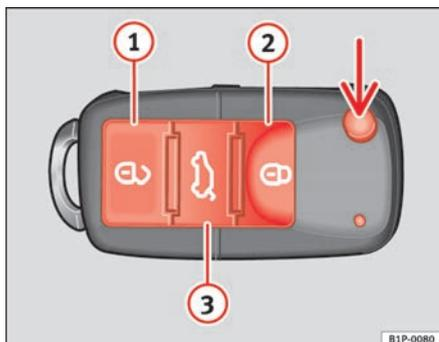

Abb. 64 Tastenbelegung
Mit der Taste \Rightarrow Abb. 64 (Pfeil) der Fernbedienung wird der Schlüsselbart ausgeklappt.
Fahrzeug entriegeln \Rightarrow Abb. 64 ①.
Fahrzeug verriegeln \Rightarrow Abb. 64 ②.
Heckklappe entriegeln. Drücken Sie die Taste \Rightarrow Abb. 64 ③, bis alle Blinkleuchten am Fahrzeug kurz aufleuchten. Nach Drücken der Entriegelungstaste \Rightarrow ③ können Sie die Heckklappe innerhalb von 2 Minuten öffnen. Nach Ablauf dieser Zeit wird die Heckklappe wieder verriegelt.
Zudem blinkt die Batterie-Kontrollleuchte des Schlüssels \Rightarrow Abb. 64 auf.
Bei einmaligem Drücken der Taste \Rightarrow Abb. 64 ①, wird nur die Fahrertür geöffnet. Alle anderen Türen bleiben verriegelt. ▶
Bei zweimaligem Drücken der Taste  ⇒ Seite 101, Abb. 64  werden alle Türen entriegelt.
- Verriegeln Sie das Fahrzeug mit dem Schlüssel mit Funkfernbedienung ⇒ Seite 101, Abb. 64 über das Schloss in der Fahrertür.